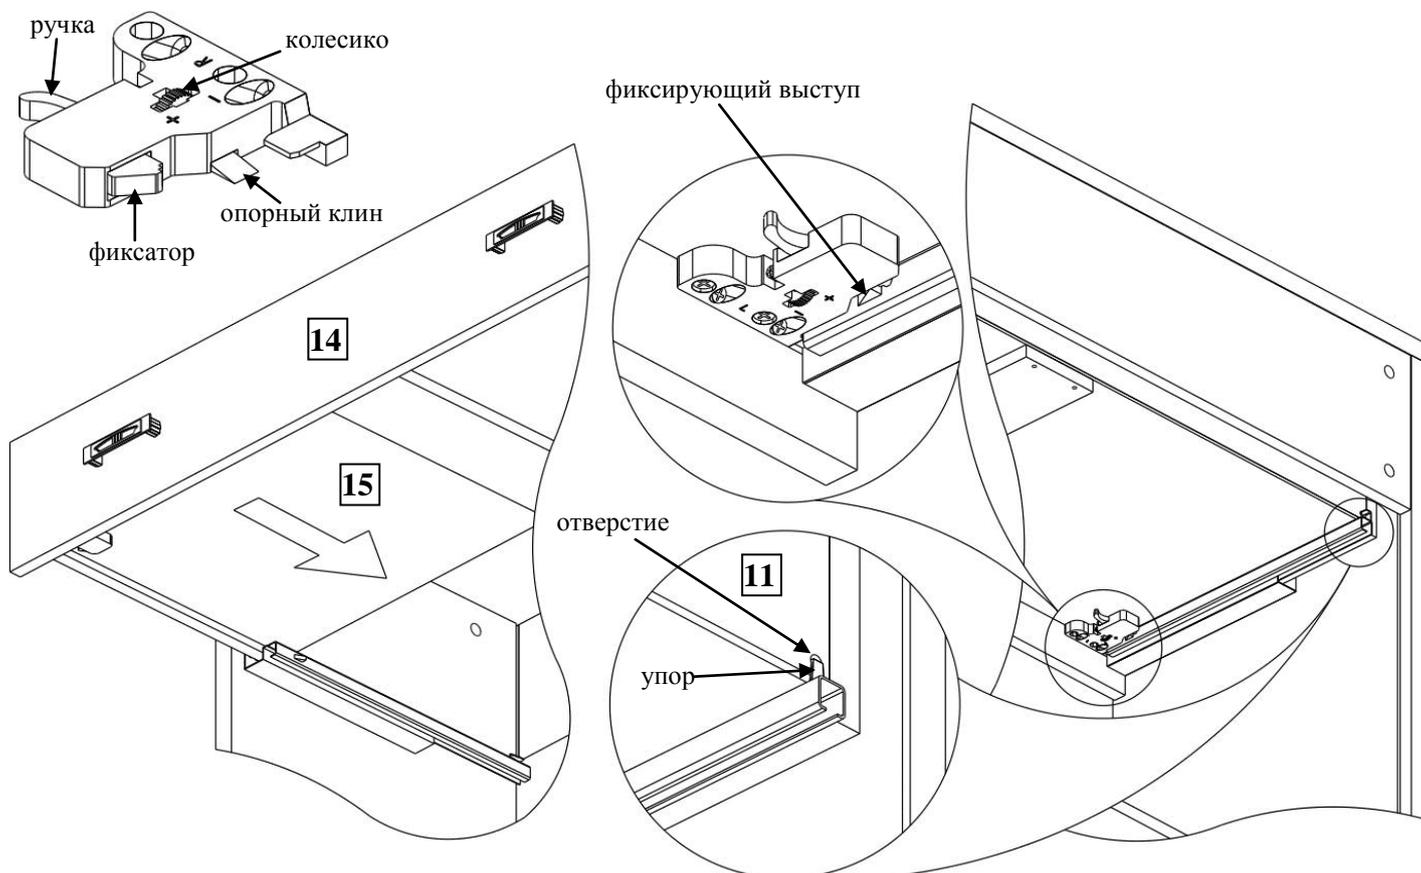

Рисунок 12
10. Установите ящики (См. рисунок 12):